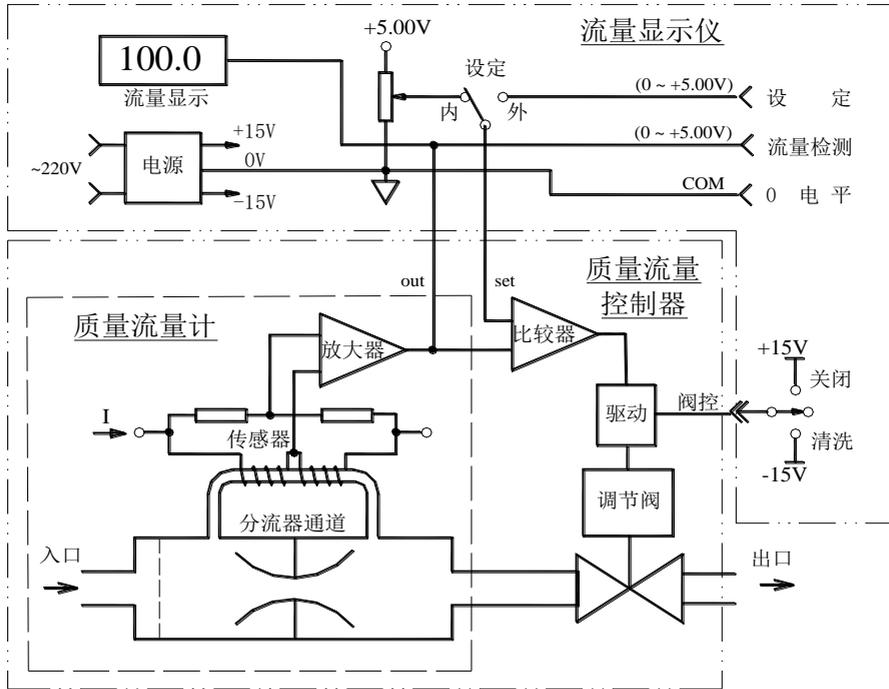
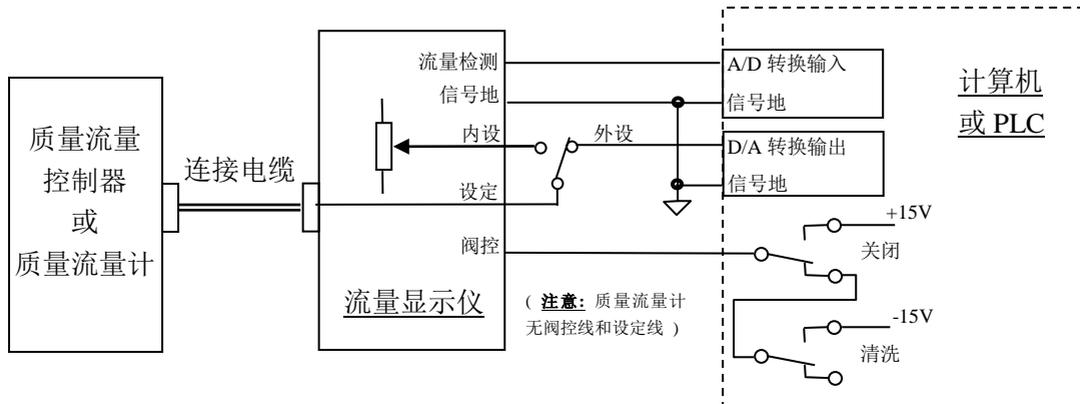
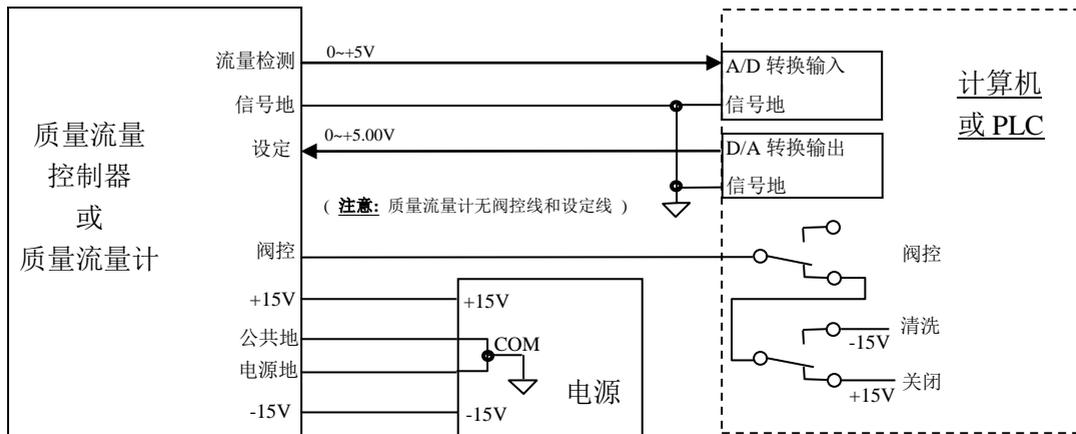

图 3. D07-9E 型质量流量控制器原理图
图 12. 通过流量显示仪与计算机的连接
图 13. 直接与计算机连接的接线方法
流量传感器采用毛细管传热温差量热法原理测量气体的质量流量(无需温度压力补偿)。将传感器加热电桥测得的流量信号送入放大器放大，放大后的流量检测电压与设定电压进行比较，再将差值信号放大后去控制调节阀门，闭环控制流过通道的流量使之与设定的流量相等。分流器决定主通道的流量。与之配套的 D08 系列流量显示仪上设置有稳压电源, 3 位半数字电压表, 设定电位器, 外设、内设转换和三位阀控开关等。本控制器与流量显示仪连接后的工作原理如图 3 所示。
9E 型 MFC 的 “T 式” 接线产品（见图 12）能直接替换原 Tylan FC2900 系列产品，但也要注意插头上的 “3 --外调零” 和 “13 --阀控” 端应无引线，或将其断开。
a. 通过流量显示仪与计算机(或其它外部信号)的连接方法，见图 12。
## b. 流量计直接与计算机连接的接线方法, 见图 13。
参照图 3 和图 12，先将将显示仪上的设定开关打到“外设”位，将阀控开关置于“阀控”位，再启动计算机程序进行工作。
参照图 3 和图 13，在流量计预热稳定以后，即可启动程序进行工作。
当阀开关置于阀控位时，用户也可通过外控信号插座上的“阀控”线控制阀门，(参照图 3 和图 12)，当阀控线接+15V 时，阀门关闭；当阀控线接-15V 时，阀门开到最大，处于清洗状态；当阀控线悬空时，阀门处于自动控制状态。